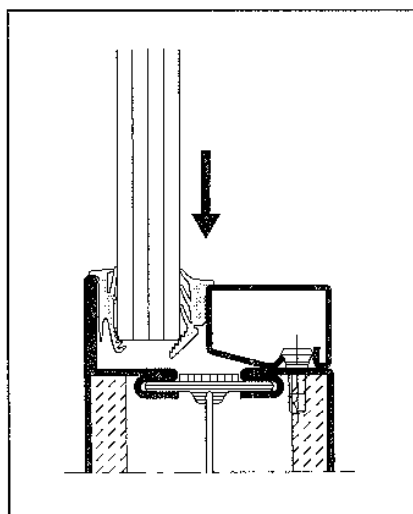

Abb. 19 / Fig. 19 / Fig. 19
- Keildichtung glasleistenseitig eindrücken. Im Eckbereich beginnen und anschließend in Richtung Mitte eindrücken (Abb. 19).
- Enfoncer les joints côté parcloles en commençant dans les angles et en les enfonçant vers le milieu (fig. 19).
- Press in the wedge weatherstrip on the glazing bead side. Commence in the corner and then press in towards the centre (Fig. 19).